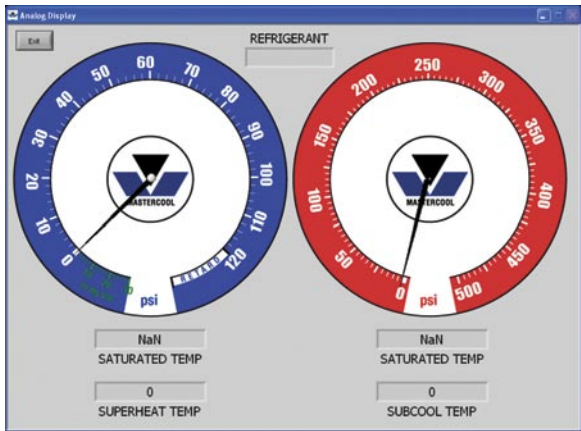

Fig. 12
- 1) Wählen Sie die ANALOG-DISPLAY- Schaltfläche, um in den Analogmodus zu gelangen. Ein separates Fenster erscheint und zeigt die digitalen Daten im analogen Format an (Abb. 12).